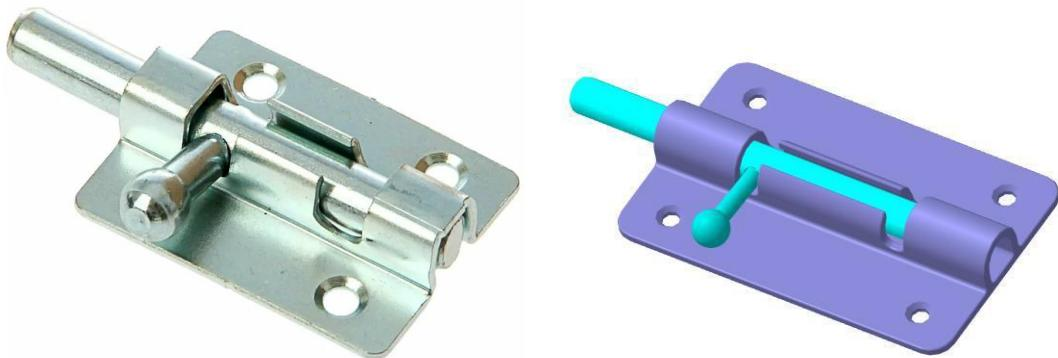

Рис. 1. Задвижка дверная (шпингалет)
1. Сконструировать и изготовить изделие «Задвижка дверная (шпингалет)» (пример конструкции изделия на рис. 1).